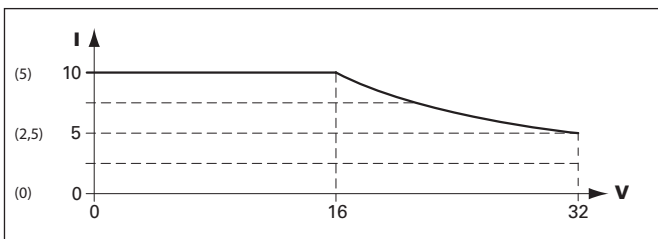

Abb. 4.6: (R&S®HMP2030) R&S®HMP2020/4030/4040 Leistungshyperbel
**R&S®HMP2020:** Beim R&S®HMP2020 stellen CH1 und CH2 durchgehend 0V bis 32V bereit, wobei der Ausgangsstrom einer Leistungshyperbel folgt (siehe Abb. 4.6).
**R&S®HMP2030:** Beim R&S®HMP2030 stellen CH1, CH2 und CH3 durchgehend 0V bis 32V bereit, wobei der Ausgangsstrom einer Leistungshyperbel folgt (siehe Abb. 4.6).
**R&S®HMP4030:** Beim R&S®HMP4030 stellen CH1, CH2 und CH3 durchgehend 0V bis 32V bereit, wobei der Ausgangsstrom einer Leistungshyperbel folgt (siehe Abb. 4.6).
**R&S®HMP4040:** Beim R&S®HMP4040 stellt CH1, CH2, CH3 und CH4 durchgehend 0V bis 32V bereit, wobei der Ausgangsstrom einer Leistungshyperbel folgt (siehe Abb. 4.6).